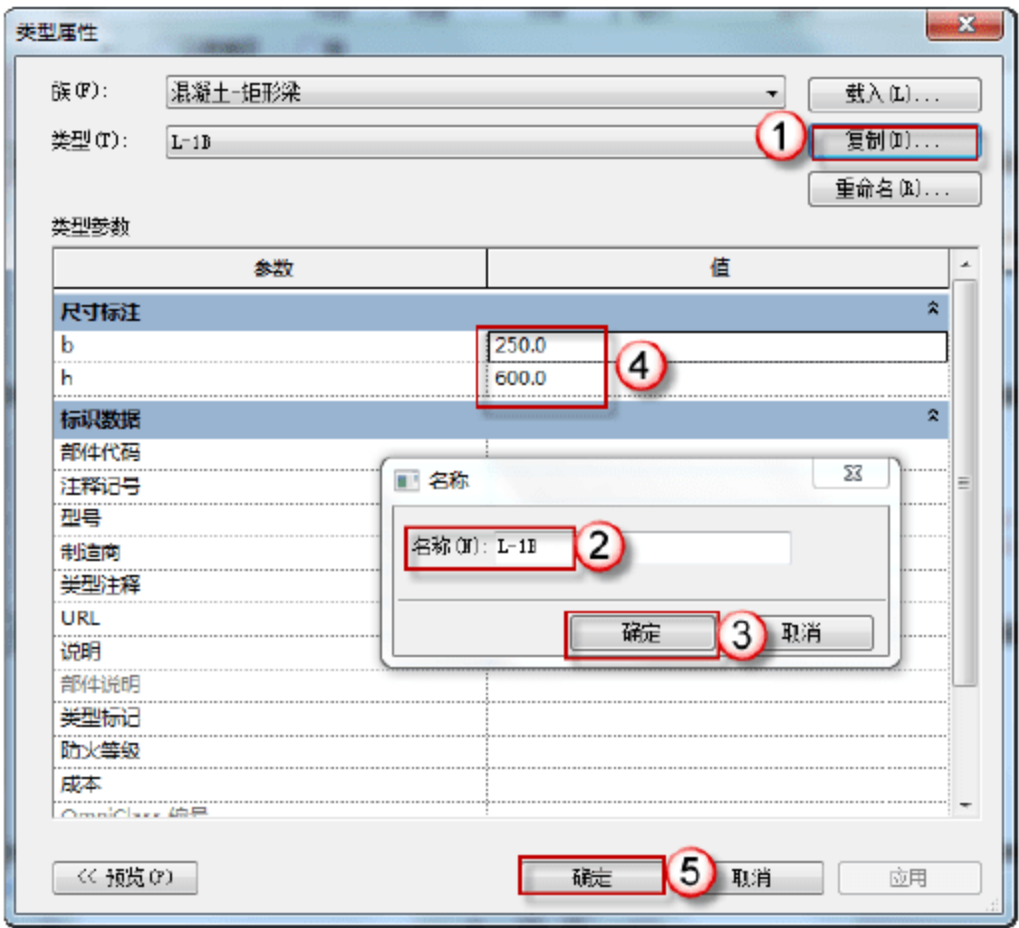

图 3.2.45 编辑 L-1B 信息
(22) 设置 L-1B。选择“结构”→“梁”→“编辑类型”命令，在弹出的“类型属性”对话框中，单击“复制”按钮，在弹出的对话框中输入 L-1B，单击“确定”按钮。在“尺寸标注”栏中输入 b、h 的尺寸，单击“确定”按钮，如图 3.2.45 所示。